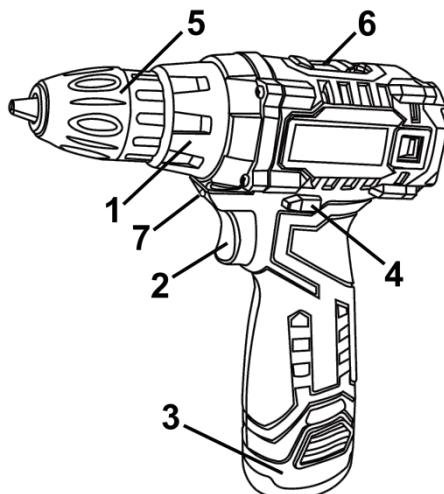

Рисунок 1
5.1.3 Встановіть необхідний крутний момент за допомогою кільця регулятора моменту затягування (1) (див. рисунок 1).